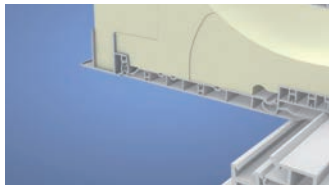

Bild 29
Schritt 1: Lösen Sie die PVC Revisionsblende aus dem Putzwinkel (Bild 29 - 30).